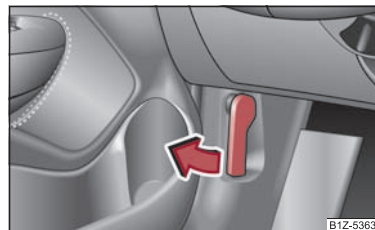

Fig. 12 Leva di sbloccaggio cofano motore
- Tirare la leva di sbloccaggio disposta inferiormente alla plancia portastrumenti sul lato guida ⇒ fig. 12. ■